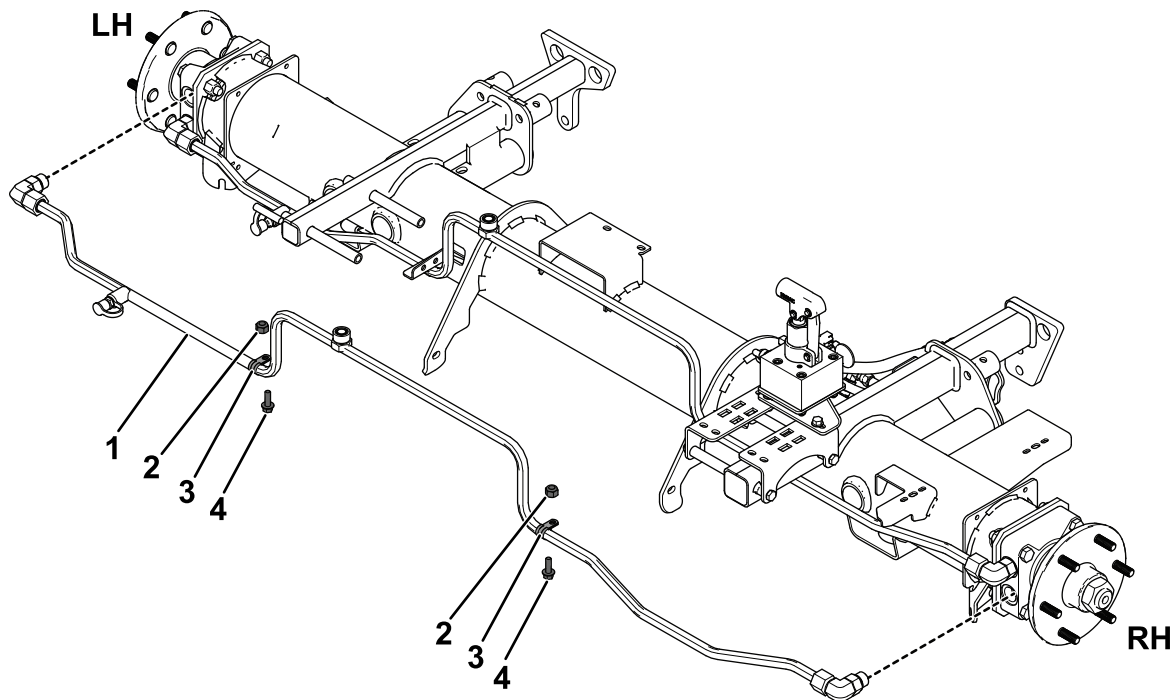

Figure 11
3. Débranchez le tube hydraulique du raccord supérieur sur le moteur de roue avant gauche et le raccord inférieur sur le moteur de roue avant droite (Figure 11).
4. Déposez les colliers en R qui fixent le tube au cadre (Figure 11).